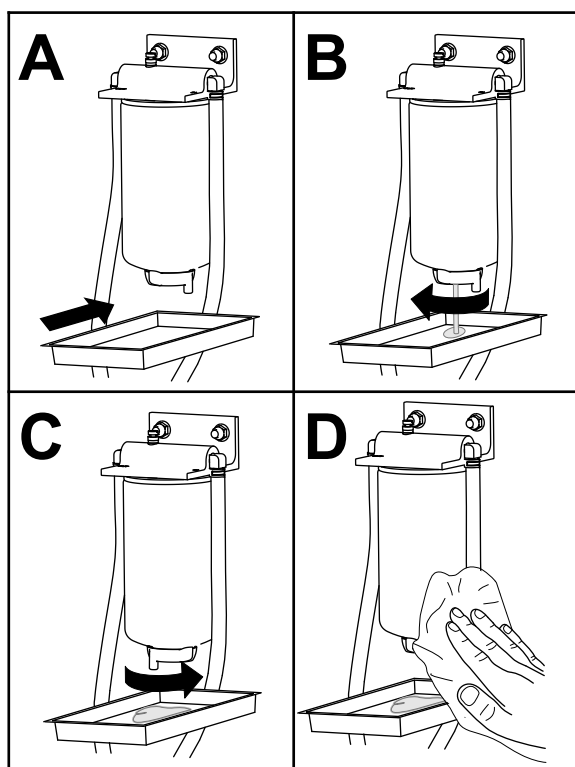

Рисунок 86
1. Слейте воду из водоотделителя топливной системы, как показано на Рисунок 86.